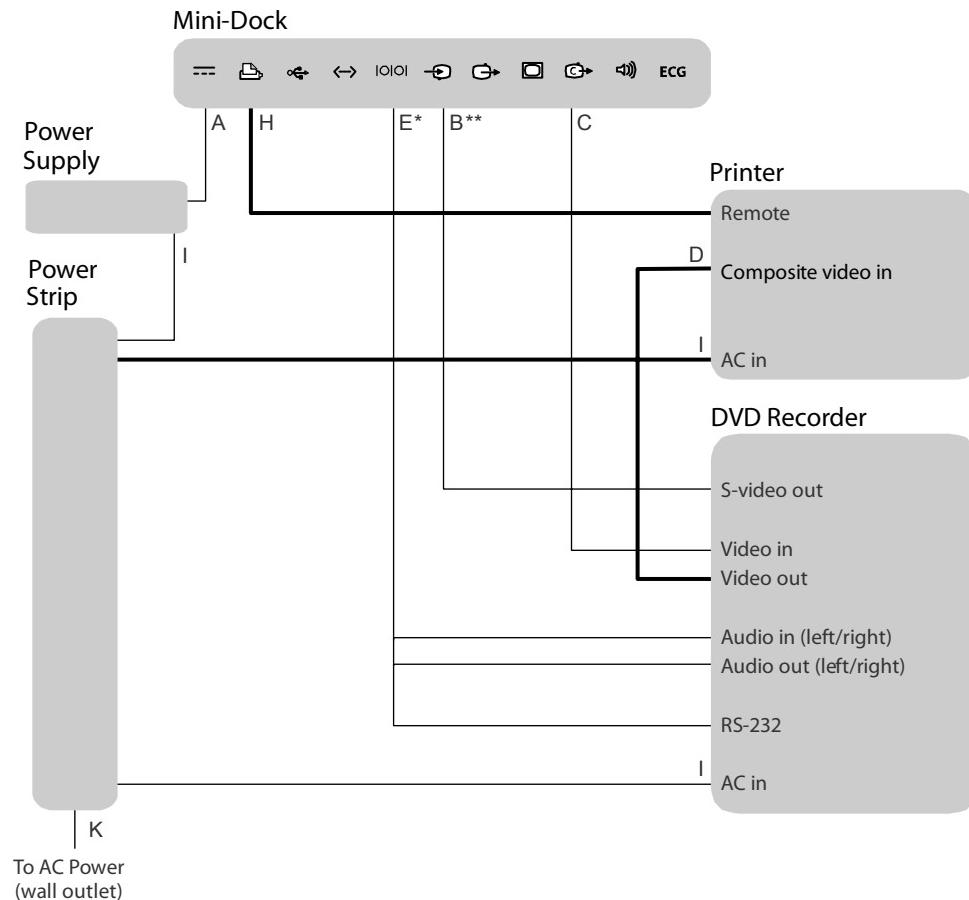

Figura 2 Collegamento del sistema, della stampante e di un DVD recorder
Il sistema MDSm consente di collegare una stampante e un DVD recorder. Vedere Figura 2. Per informazioni sull'utilizzo del DVD recorder e della stampante, incluse le note di avvertenza e attenzione, fare riferimento alle istruzioni operative fornite dal produttore.
Collegamento dei cavi	<ol style="list-style-type: none"><li>1 Bloccare le rotelle e rimuovere il pannello posteriore.</li><li>2 Assicurarsi che il cavo di alimentazione CC già predisposto (A) sia collegato alla mini-stazione e che il cavo di alimentazione CA preinstallato (I) sia collegato alla multipresa.</li><li>3 Collegare i cavi del DVD recorder. Vedere <a href="#">Figura 2</a> a pagina 9 e <a href="#">“Cavi, connettori e simboli sulla mini-stazione”</a> a pagina 16.<ul style="list-style-type: none"><li>• Cavo di alimentazione CA (I)</li><li>• Cavo video composito già predisposto (C)</li><li>• Cavo S-video già predisposto (B). Collegare l'adattatore S-video (B2) al cavo di prolunga (B1) e al cavo S-video (B).</li><li>• Cavo RS-232 già predisposto (E).</li><li>• Collegare l'adattatore DVD (G2) al connettore RS-232, e collegare i cavi di prolunga audio (E1) ai connettori audio rosso e bianco per ingresso/uscita sinistra/destra.</li></ul></li></ol>
<p>Nota: Il cavo RS-232 (E) è già predisposto all'interno della colonna del sistema MDSm. Collegare una delle estremità alla mini-stazione. L'altra estremità, dotata di cinque connettori, va collegata al DVD recorder.</p> <ol style="list-style-type: none"><li>4 Collegare i cavi della stampante. Vedere <a href="#">Figura 2</a> a pagina 9 e <a href="#">“Cavi, connettori e simboli sulla mini-stazione”</a> a pagina 16.<ul style="list-style-type: none"><li>• Cavo di controllo stampante già predisposto (H)</li><li>• Cavo di alimentazione CA della stampante (I)</li><li>• Cavo video composito (D)</li></ul></li><li>5 Inserire il cavo di alimentazione del sistema (K) in una presa di corrente per uso ospedaliero.</li><li>6 Installare il pannello posteriore (con le aperture in alto) facendo scorrere in alto il pannello e inserendolo in posizione.</li></ol>